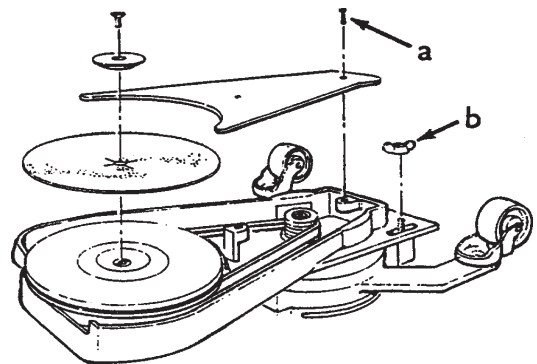
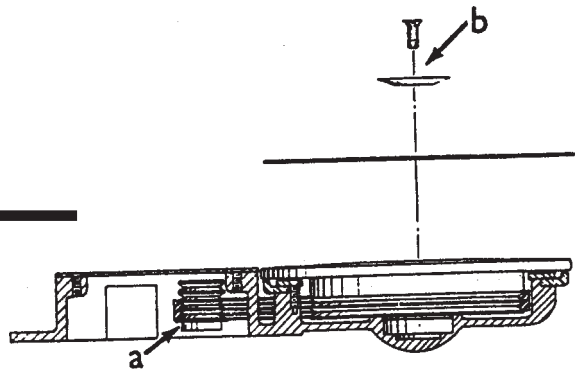

Figura 2.1
Figura 2.2
3. Saque el protector de la correa (figura 2.1-a). Coloque la extensión sobre el motor y ajuste el tornillo mariposa (figura 2.1-b). **Coloque la correa de transmisión en el conjunto inferior de ranuras sobre la polea del motor tal como se muestra en la figura 2.2-a (para la extensión para las terminaciones de bases de muebles con almohadilla de diámetro igual a 7").** El conjunto superior de ranuras se reserva para usarlo con todos los otros accesorios. Tense la correa de transmisión, luego apriete los tornillos de mariposa. Rote el impulsor de almohadilla para inspeccionar la posición de la correa de transmisión en la polea del motor y en las ranuras de la correa de transmisión de la almohadilla.
5. Saque el tornillo y el retenedor del abrasivo. Centre el abrasivo sobre la almohadilla y asegúrelo con el retenedor y el tornillo del abrasivo. (Figura 2.2-b)